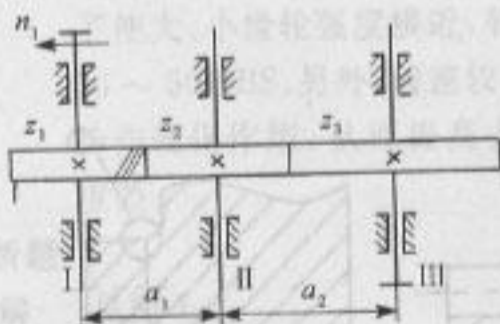

图 3
2. 如图3所示,已知 $z_1 = 28, z_2 = 70, z_3 = 126$,模数 $m_n = 4$ mm,压力角 $\alpha_n = 20^\circ$,中心距 $a_1 = 200$ mm, $a_2 = 400$ mm,输出轴功率 $P_1 = 10$ kW,转速 $n_1 = 1000$ r/min,摩擦不计。